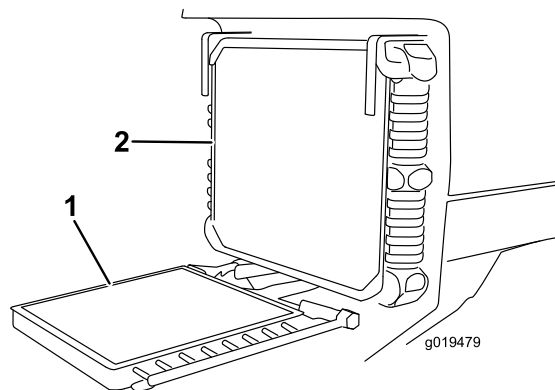

図 71
3. オイルクーラのノブをゆるめてクーラを後ろに傾ける (図 71)。オイルクーラとラジエターの裏表を圧縮空気ですべて丁寧に清掃する。水を使用しないこと。フードを明け、機体後部に向けてゴミを吹き飛ばす。清掃が終了したらオイルクーラを元に戻しノブを締める。